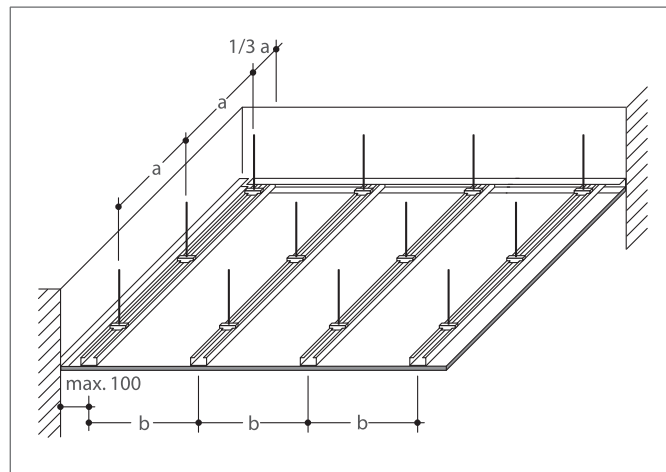

Рис. 3-03
- непосредственное крепление к строительной конструкции (см. рис. 3-03);